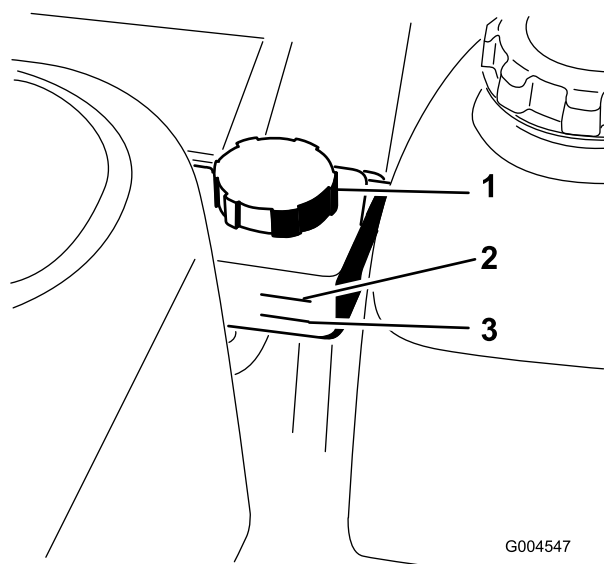

Figura 51
Nota: Il controllo dell'olio idraulico può avvenire in due modi; quando l'olio è caldo o quando l'olio è freddo. Il serbatoio dispone di due livelli, a seconda che l'olio sia caldo o freddo (Figura 51).
2. Pulite l'area attorno al serbatoio idraulico (Figura 51).
5. Se è necessario più fluido, togliete il tappo dal collo del bocchettone (Figura 51).
8. Aggiungete olio finché non raggiunge il tubo a freddo del serbatoio idraulico (Figura 51).